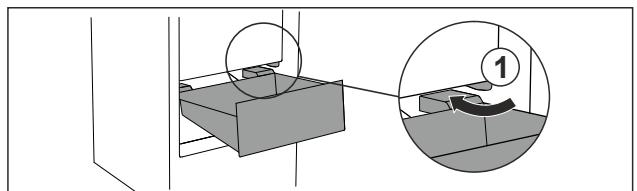

Fig. 74
- Prevedte zásuvku šikmo okolo zarážok Fig. 74 (1).